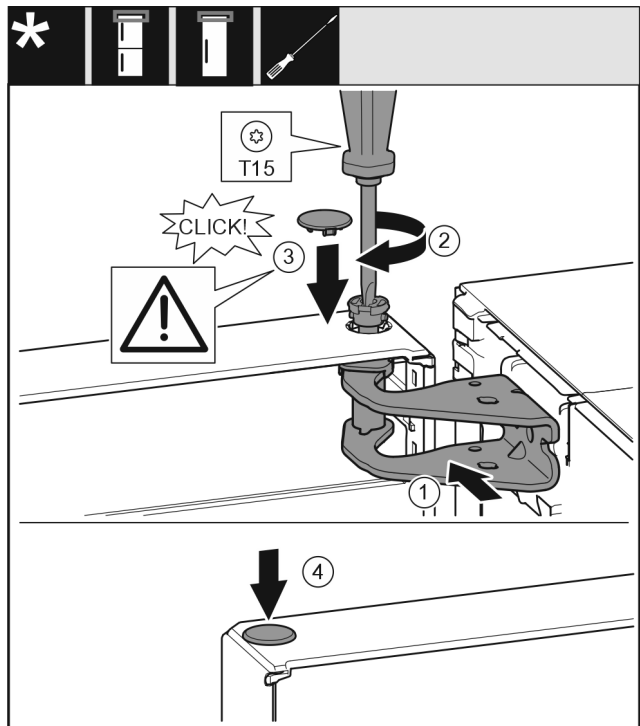

Fig. 53
- ▶ Tür oben zur Öffnung im Lagerbock Fig. 53 (1) ausrichten.
- ▶ Bolzen Fig. 53 (2) einsetzen und mit Schraubendreher festschrauben.
- ▶ Abdeckung Fig. 53 (3) einsetzen.
- ▶ Kontrollieren, dass die Abdeckung Fig. 53 (3) auf der Tür aufliegt.
- ▶ Abdeckung Fig. 53 (4) einsetzen.